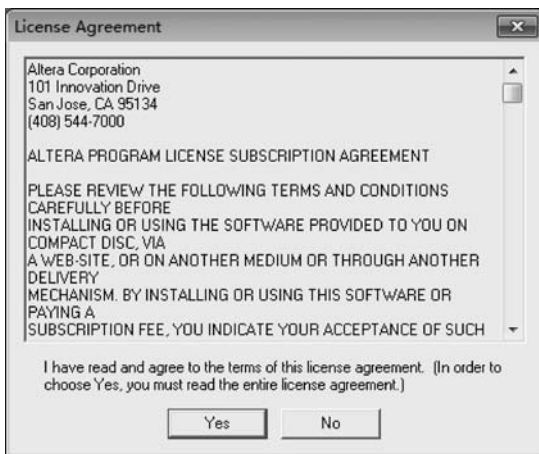

图 3.7 授权协议对话框
(1) 通过 Windows 系统菜单“开始”→“程序”→MAX+plus II→MAX+plus II, 运行 MAX+plus II。首次运行 MAX+plus II, 会出现 License Agreement(授权协议)对话框(见图 3.7), 按 Tab 键, 然后再单击 Yes 按钮即可。当出现对话框提示当前的软件保护号(Software Guard ID)时, 应到指定的 Internet 站点上申请授权号。